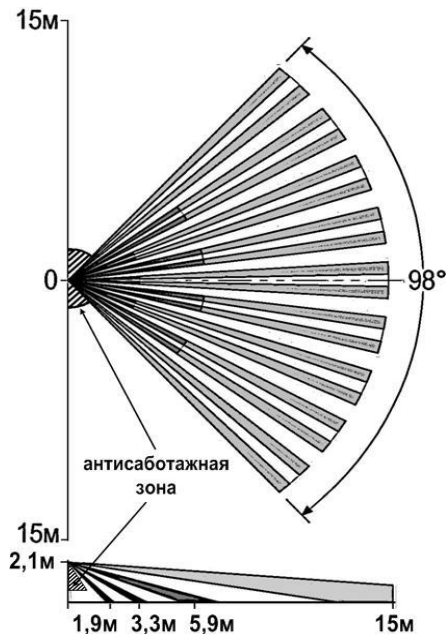

Рис.3 Диаграмма зоны обнаружения
- Широкоугольная линза, позволяющая создать зону обнаружения максимальной площади (см. рис.3).